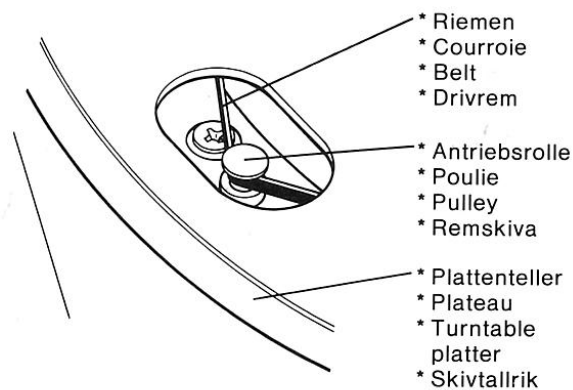

Abb. 2 / Fig. 2
1. Stecken Sie den Plattenteller auf die Welle. Den Plattenteller drehen, bis die Antriebsrolle sichtbar ist. Die Drehzahlwahltaste SPEED auf Position "33" ausrasten. Den Antriebsriemen (der auf dem Plattentellerantriebsrand sitzt) über die Antriebsrolle spannen (Abb. 2). Darauf achten, daß der Riemen nicht verdreht ist.